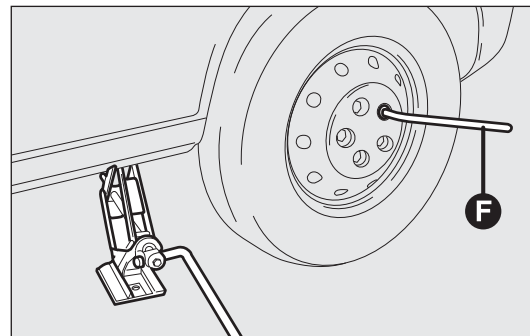

fig. 160
- svitare completamente con la chiave F-fig. 160 i bulloni ed estrarre la ruota;